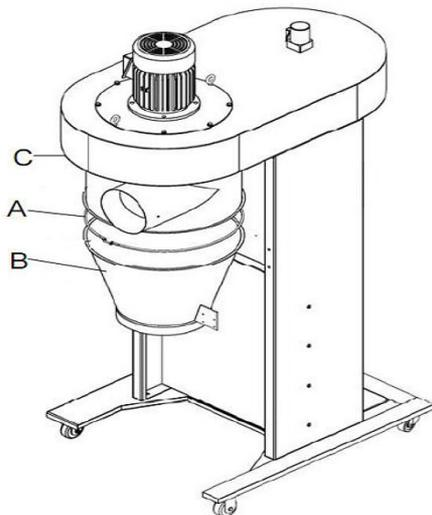

Abb. 8: Zyklontrichter befestigen
Schritt 8: Befestigen Sie den Zyklontrichter (B, Abb.8) mit einer Klemme (A, Abb.8) am Gehäuse (C, Abb.8).